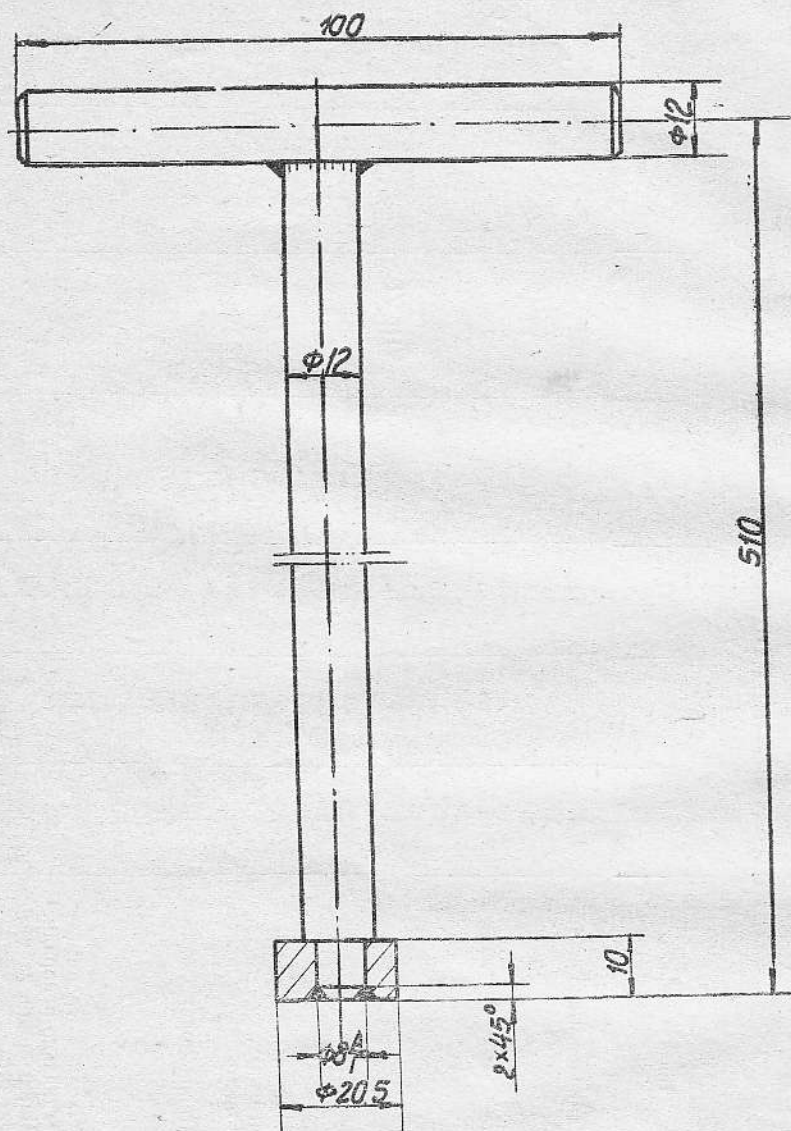

Рис. 22. Выталкиватель переходной втулки шпинделя
6. Для удаления центра из шпинделя передней бабки пользуйтесь выталкивателем (рис. 22).